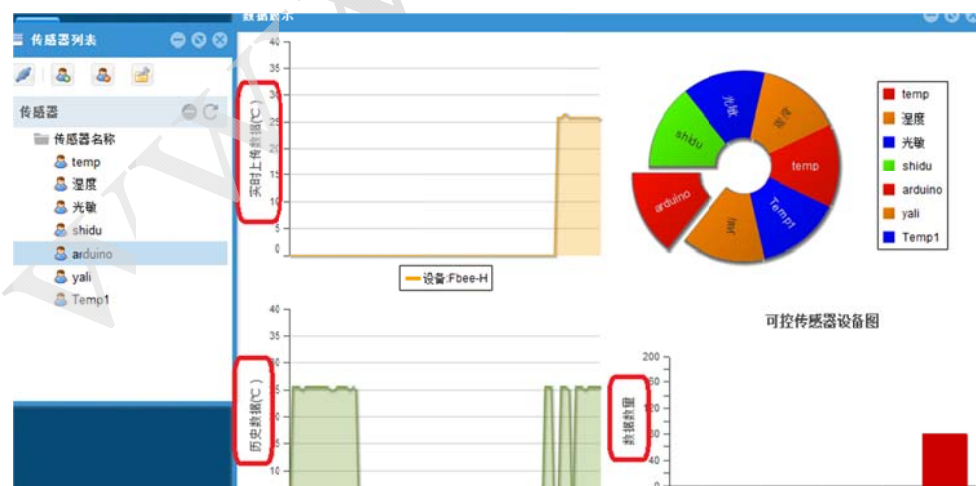

图 4-7 传感节点“arduino”的数据显示图
在云端的服务器中，点击如图 4-7 所示右上饼图中的传感器节点 **arduino**，即可在左上①中实时显示传感器节点 **arduino** 采集的数据；左下图②为传感节点 **arduino** 的历史数据；右下图为传感节点 **arduino** 数据的分布图。